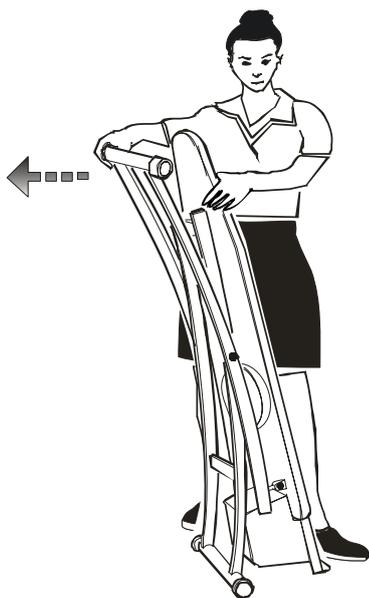

Рис. 2
2. Переместите ноги доски, таким образом, чтобы обеспечить необходимую высоту (рис. 2);